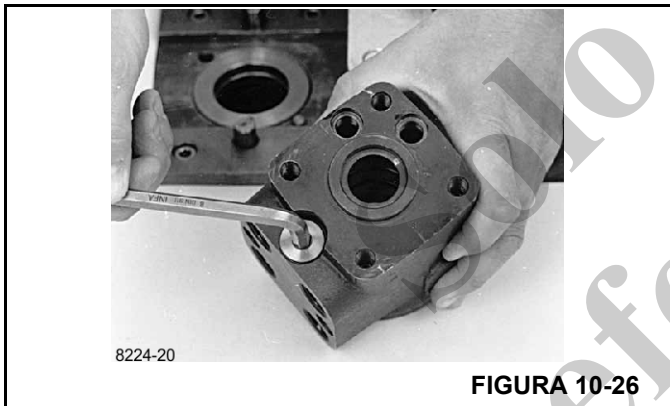

FIGURA 10-26
20. Retire el tapón utilizando una llave Allen de 8 mm. Retire las arandelas de sello (Figura 10-26).